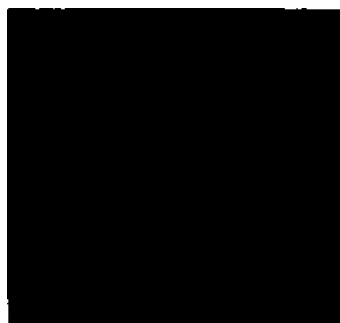

Рис.5.13. Окно программы для просмотра изображений EDB
- Запустите программу для просмотра изображений EDB (рис.5.13).